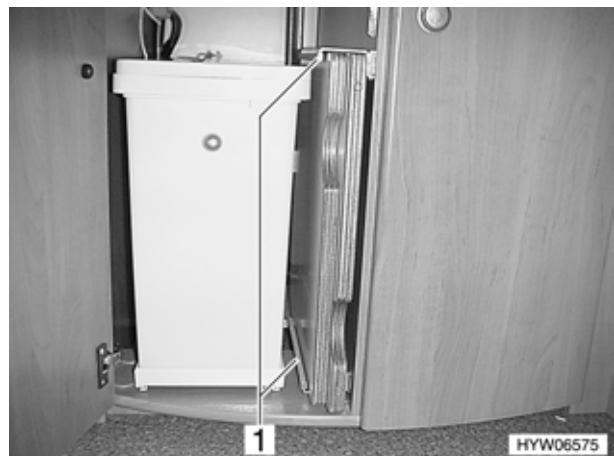

Bild 7 Halterung für Doppelspülenabdeckungen (C-GT)
- Spülenabdeckungen in die Halteschienen (Bild 7,1) oben und unten einschieben.